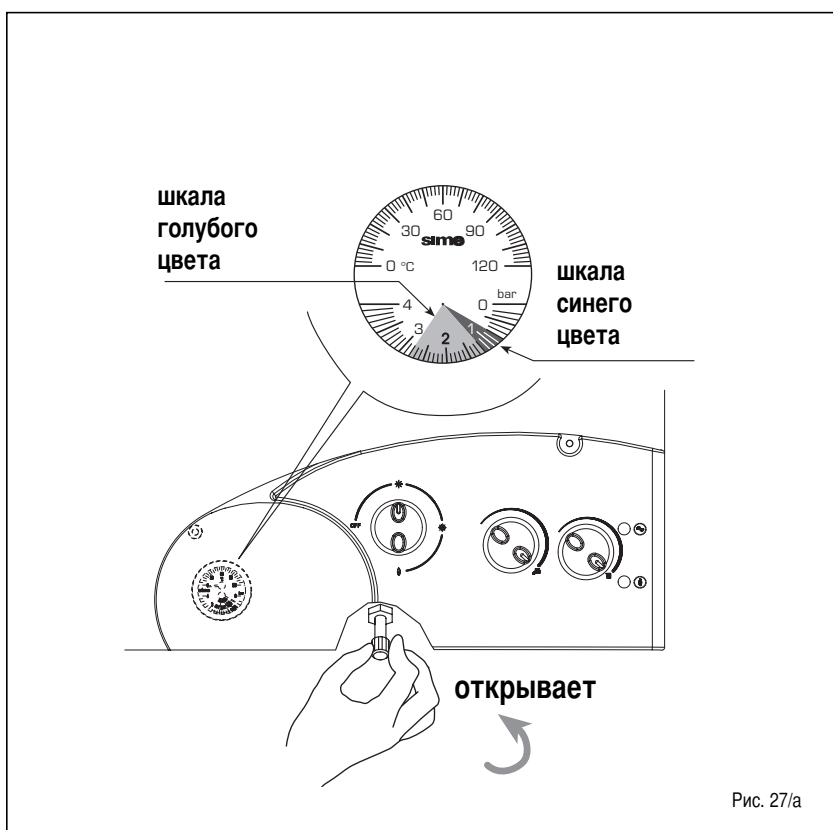

Рис. 27/a
– **Другие неполадки** (рис. 27/b)